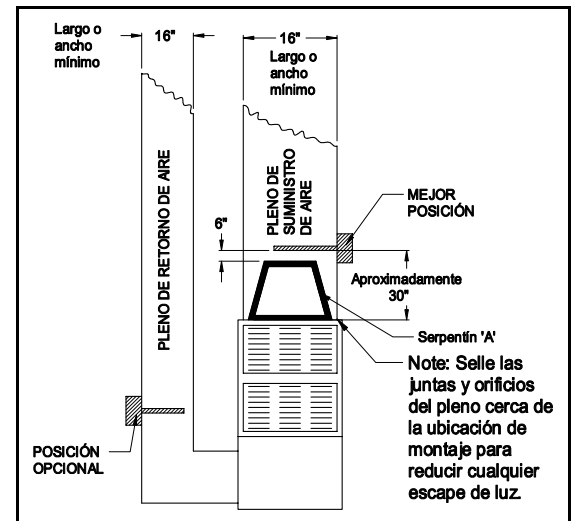

Figura 1
1. Busque un sitio adecuado para ubicar la unidad, que se encuentre aguas abajo del serpentín 'A' en el pleno de suministro o en el pleno de retorno; preferiblemente aguas abajo del filtro de aire. Para obtener el efecto óptimo de “limpieza” del serpentín 'A', monte la unidad en el pleno de suministro, lo más cerca posible al serpentín 'A'. (Consulte la figura 1.)